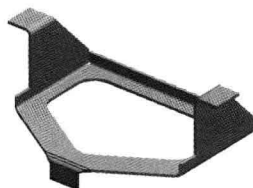

图 1.18 弯边特征 3
(4) 定义弯边属性及参数。各选项采用系统默认设置。
(5) 单击 **完成** 按钮, 完成特征的创建。
Step14. 创建图 1.18 所示的弯边特征 3。